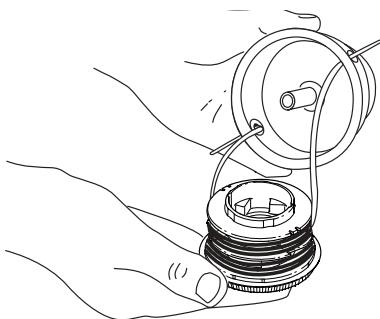

Fig. 19
3. Inserte los extremos de la línea de corte del nuevo carrete interior dentro de los ojalillos de la bobina exterior (Fig. 19). Coloque el nuevo carrete interior con la flecha hacia arriba dentro de la bobina exterior.
3. Saque el carrete interior con la línea existente de la bobina exterior (Fig. 19).